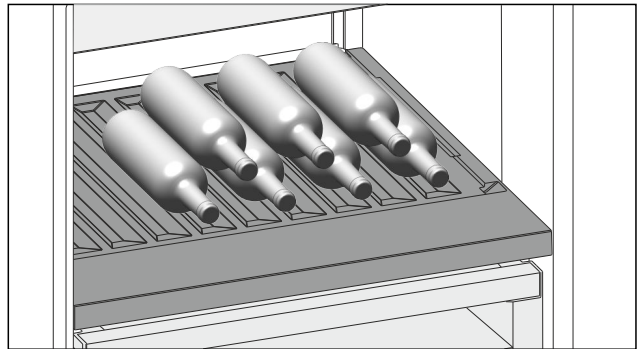

Fig. 215 Représentation à titre d'exemple
- Placer les bouteilles avec le fond orienté vers la paroi arrière de l'appareil. (voir Fig. 215)